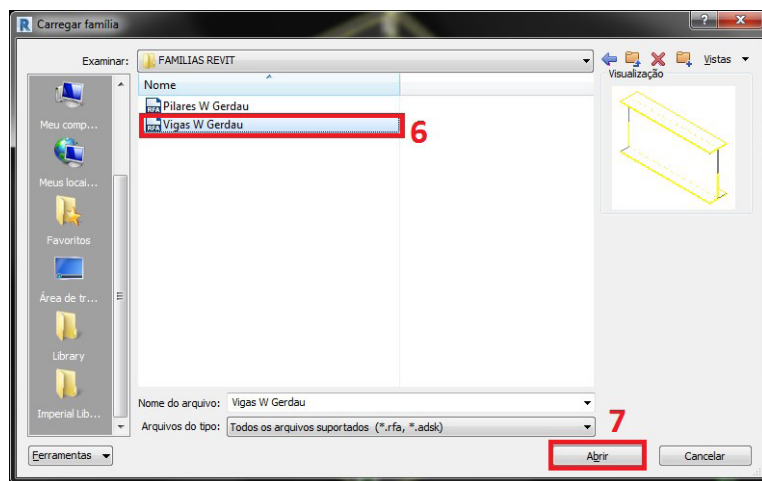

Figura 30 - Abrir família de vigas.
6. Selecionar o arquivo a ser carregado, conforme mostra a figura 30.